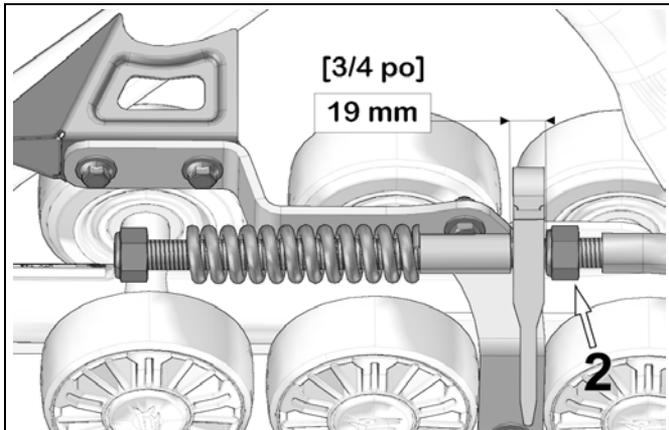

Figure 9
- Régler l'écrou (2) afin de produire une distance de 19 mm entre le guide du bras stabilisateur et l'écrou, comme le montre la Figure 9.